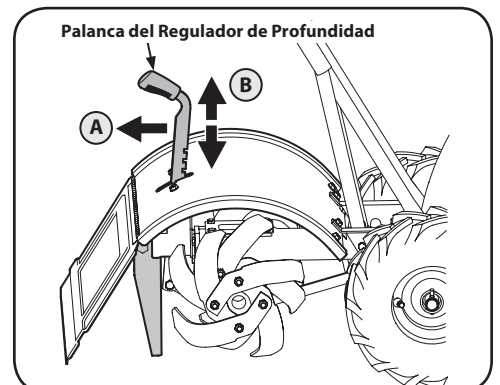

Figura 3-2
3. Mueva la palanca del regulador de profundidad totalmente hacia abajo a la posición "de desplazamiento", de modo que los dientes estén separados del suelo. Para cambiar el ajuste de profundidad, tire hacia atrás la palanca del regulador de profundidad (A) y coloque hacia arriba o hacia abajo (B), luego libere la palanca (C) para asegurar en la posición deseada. Vea la Figura 3-2.